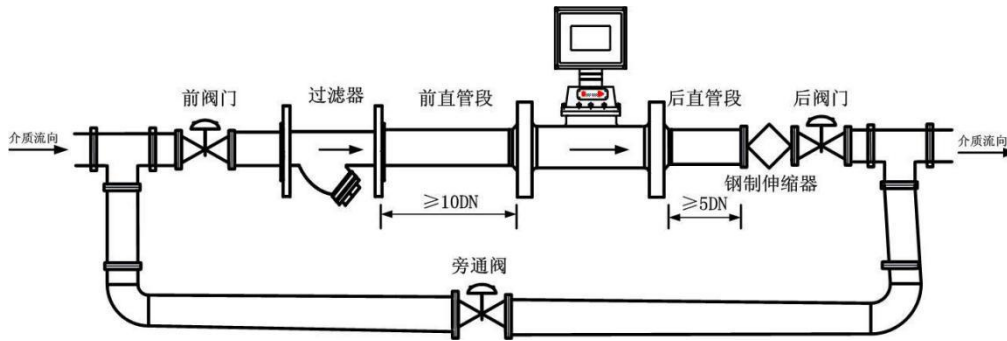

图 4-3 典型安装管路系统
3. 为了便于维修，不影响流体正常输送，建议依照上图 4-3 所示设置旁通管道。